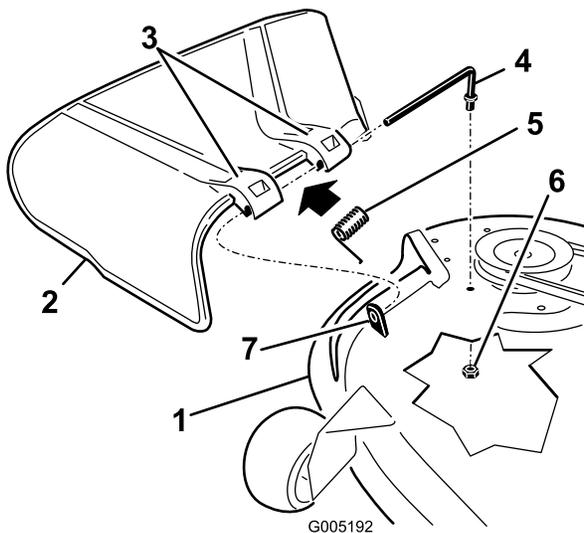

Figure 69
1. Retirez l'écrou (3/8 po) de la tige, sous le tablier de coupe (Figure 69).
7. Insérez la tige dans le deuxième support du déflecteur d'herbe (Figure 69).
9. Fixez l'extrémité arrière de la tige dans le tablier de coupe à l'aide d'un écrou (3/8 po), comme montré à la Figure 69.
2. Sortez la tige de la courte cheville de positionnement, du ressort et du déflecteur d'herbe (Figure 69).
4. Remettez en place le déflecteur d'herbe (Figure 69).